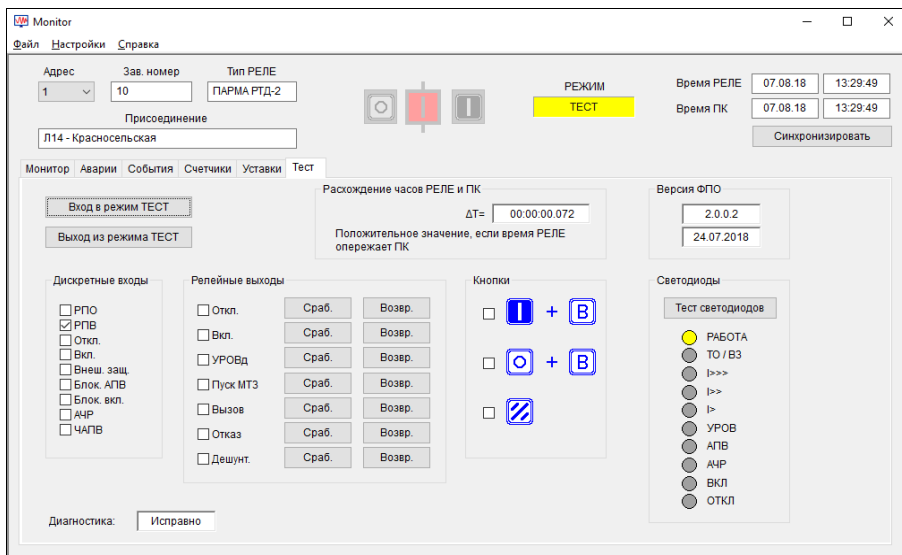

Рисунок 16 – Вкладка "Тест"
5.5.14.1 Вкладка "Тест" (рисунок 16) предназначена для тестирования дискретных входов, релейных выходов, светодиодов и кнопок на лицевой панели РЕЛЕ.